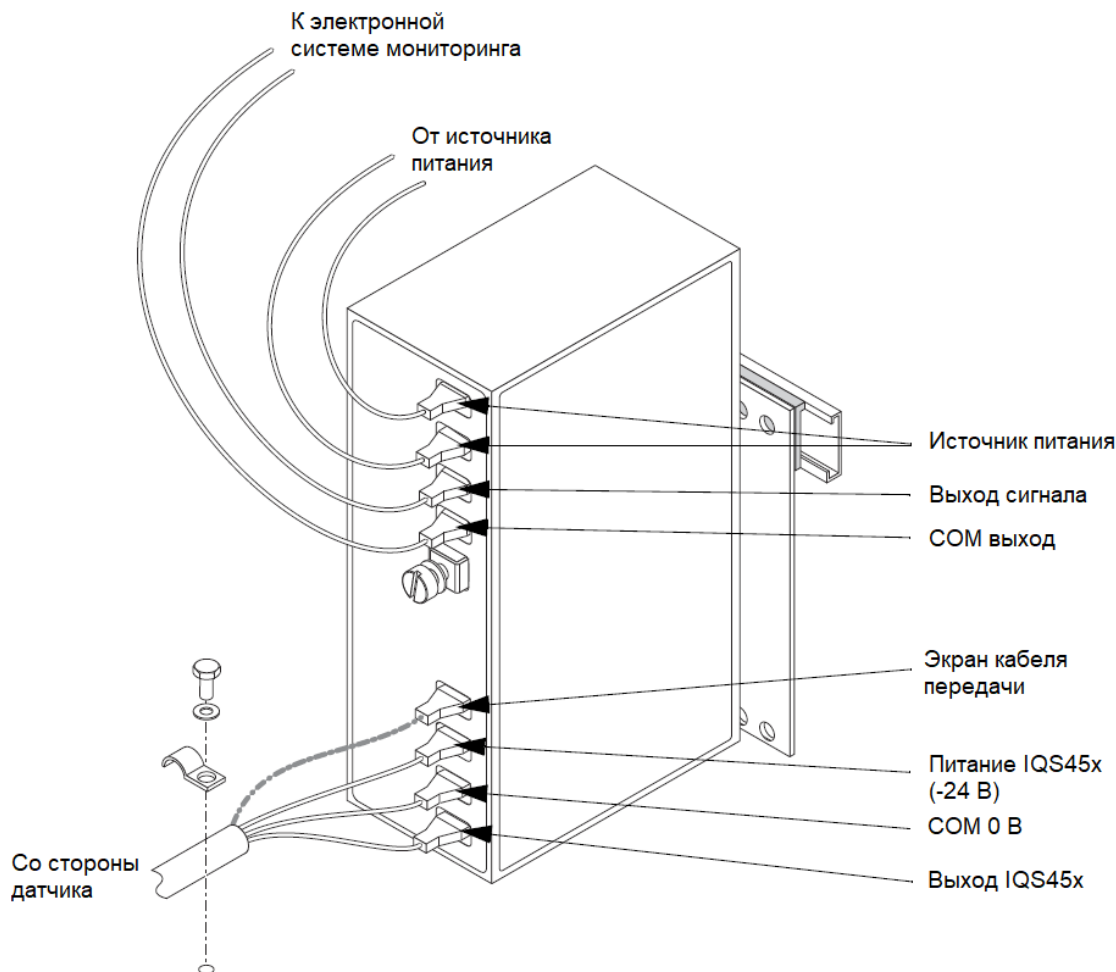

Рис. 5-6: А Блок питания и защитный барьер GSV14х
Кабель передачи со стороны датчика и соединительный кабель со стороны монитора подключены к GSV14х с помощью наконечников (см. Рис. 5-6), которые обжимаются к проводам.
- 2- Определите каждый провод как для кабеля передачи со стороны датчика, так и для соединительного кабеля со стороны монитора, подключенного к GSV14х. См. Рис. 5-6 и используйте таблицу 5-3 для записи количества и/или цвета каждого провода.
- 5- Крутите крепежный винт М4 до тех пор, пока GSV14х не будет отсоединен, и снимите монтажный комплект с DIN-рейки (см. Рис. 5-6).